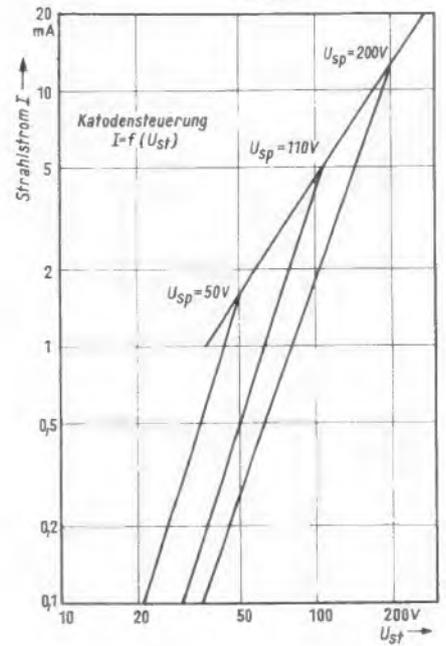
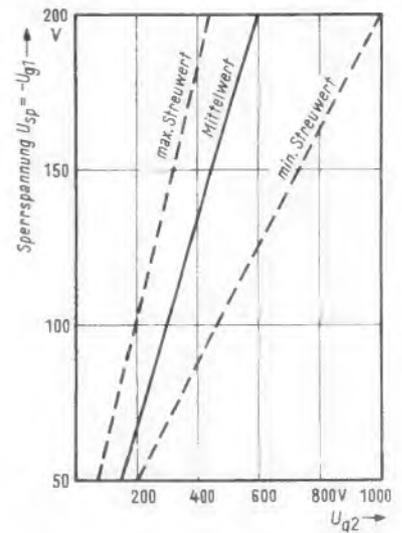

Bild 7. Strahlstrom in Abhängigkeit von der Steuerspannung U_{st} bei Katodensteuerung
Bild 8. Sperrspannung in Abhängigkeit von der Schirmgitterspannung U_{g2}
In Bild 7 sind in doppelt-logarithmischem Maßstab einige Kennlinien $I = f(U_{st})$ für Katodensteuerung der Bildröhre wiedergegeben. Sie dienen zum Ermitteln der erforderlichen Steuerspannung U_{st} für das Leuchtdichtesignal, um die in Tabelle 2 genannten Ströme zu erzeugen. Bild 8 zeigt die Abhängigkeit der Sperrspannung von der Schirmgitterspannung für eine Farbbildröhre. Mit beiden Darstellungen können nun die Werte für das Leuchtdichtesignal ermittelt werden.
Im Abschnitt 1.3 war als günstigster Bereich für die Schirmgitterspannung U_{g2R1} 400...450 V für maximalen Strom gefunden worden. Mit dem Wert $U_{g2G1} = 420$ V entsprechend $U_{g2} = 310$ V und $U_{sp} = -U_{g1} = 110$ V nach Bild 8 ergibt sich eine Kennlinie in Bild 7, die zur Ermittlung der Steuerspannungen für das Leuchtdichtesignal dient. Die Tabelle 3 zeigt die Steuerspannungswerte des Leuchtdichtesignals für die Stromaufteilung nach Tabelle 2. Darin sind zwei Fälle, die Steuerung mit direkt verbundenen Katoden und die sogenannte Potentiometerschaltung, berücksichtigt. Im ersten Fall werden alle drei Systeme mit einer gemeinsamen Spannung U_{st} gesteuert; der Ausgleich der Leuchtstoffstreuungen wird durch entsprechende Wahl der Schirmgitterspannung erreicht. Im zweiten Fall (Potentiometerschaltung) ist eine Unterteilung des Steuersignals notwendig. Der erforderliche Maximalwert für das Leuchtdichtesignal beträgt nach der Tabelle 100 V (für eine mittlere Bildröhre werden 95 V benötigt). Die aufgeführten Höchstwerte für U_{st} gelten auch für die Schaltung mit Gegenkopplungswiderständen in den Katodenzuleitungen. Der Unterschied dieser Schaltungsart gegenüber den beiden genannten Steuerarten besteht darin, daß man mit maximaler Steuerspannung steuert und gleichzeitig alle drei Systeme auf 110 V Sperrspannung (wie bei der Potentiometerschaltung) einstellt.
Die Schirmgitterspannungen der Tabelle 3 sind – wie auch in Bild 8 – bei gesperrter Röhre gegen Katode gemessen. Da die Spannungen $U_{sp} = -U_{g1} = 110$ V und $U_{st\ max} = 100$ V betragen, besteht ausreichende Sicherheit gegen Gitterstrom, der bei Farbbildröhren unbedingt vermieden werden muß. Aus dem Leuchtdichtesignal, das in dieser Tabelle angegeben ist und das nur den reinen Bildinhalt (B) darstellt, kann in bekannter Weise die Signalamplitude des erforderlichen FBAS-Signals an der Bildröhrenkatode errechnet werden. Setzt man den Bildinhalt $B = 1$, so ist das FBAS-Signal gleich 1,54, wenn keine Verzerrungen im Leuchtdichteverstärker auftreten.
Im Kapitel 2 wurden die erforderlichen Steuerspannungen sowohl für die Bildröhrenkatode als auch für die Bildröhrensteuergitter angegeben. Dabei wurde das Katodenpotential beim Schwarzwert mit 0 V angenommen. Für die Praxis ist die Spannung an der Bildröhrenkatode beim Schwarzwert von Interesse, weil darauf alle anderen Spannungen bezogen werden. Bei galvanischer Kopplung der Bildröhrenkatoden an den Leuchtdichteverstärker kann man annehmen, daß das Schwarzwertpotential (Gleichspannung) an der Katode $U_{sw} = 130\text{ V}$ beträgt. Auf diesen Wert müssen die in Tabelle 3 aufgeführten Schirmgitter- und Steuergitterspannungen bezogen werden. Nach Tabelle 3 erhält man also eine maximale Schirmgitterspeisespannung U_{hg2} gegen Masse von $620 + 130 = 750\text{ V}$ für eine Bildröhre mit mittlerer Sperrspannungskennlinie (Bild 8). Für diese Schirmgitterspannung beträgt nach Bild 8 und nach Tabelle 3 die Sperrspannung $U_{sp} = -U_{g1} = 200\text{ V}$. Bei einem Katodenpotential von 130 V muß das Steuergitter des Blausystems also eine Vorspannung von -70 V gelegt werden. Berücksichtigt man die Streuungen der Elektrodenysteme (Bild 8), so ergibt sich, daß die maximal zulässige Sperrspannung ($U_{sp} = -U_{g1} = 200\text{ V}$) im ungünstigsten Fall eine Schirmgitterspannung von 1000 V erfordert. Mit der Spannung $U_{sw} = 130\text{ V}$ für den Schwarzwert müssen also bei Berücksichtigung der System- und Leuchtstoffstreuungen folgende Gleichspannungen (bezogen auf Masse) für die Farbbildröhre zur Verfügung stehen: